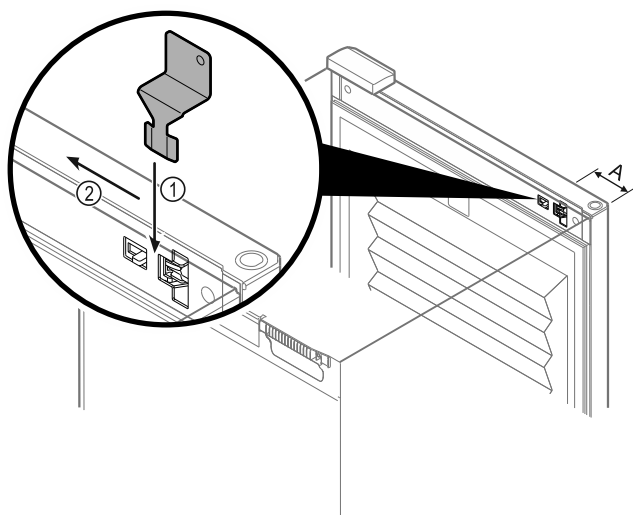

Fig. 218
- ▶ Klíč pro nouzové odblokování umístěte na dané místo Fig. 218 (A) \approx 100 mm.
- ▶ Zasuňte klíč pro nouzové odblokování mezi dveře a korpus spotřebiče shora až na doraz Fig. 218 (1).
- ▶ Zatlačte klíč pro nouzové odblokování ve směru strany závěsu Fig. 218 (2).